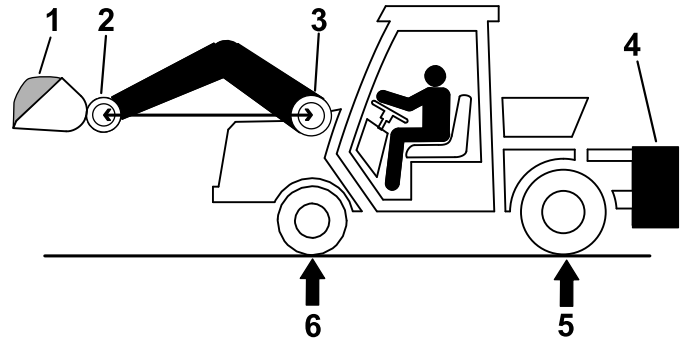

Figura 32
1. Coloque una carga completa en el cucharón, y eleve el cucharón a la posición más adelantada posible, como se muestra en la Figura 32.
2. En una báscula, mida el peso bruto del vehículo (PBV) en los ejes delantero y trasero, con la cargadora elevada de manera que el pasador de giro del cucharón esté a la misma altura que el pasador de giro del brazo (Figura 32).
**Nota:** Si R es **menor** que el peso necesario en el eje trasero (PNET), no es necesario añadir lastre (Figura 32).